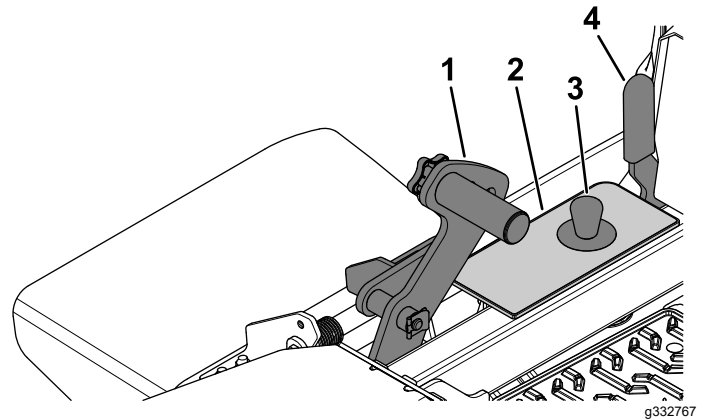

Figura 30
1. Poussez la pédale de levage du tablier complètement en avant pour bloquer le tablier en position TRANSPORT (qui est aussi la position de hauteur de coupe de 140 mm [5½ po]), comme montré à la Figura 30.
2. Pour changer la hauteur de coupe, retirez la goupille du support de hauteur de coupe (Figura 30).
3. Insérez l'axe dans le trou du support correspondant à la hauteur de coupe voulue (Figura 30).